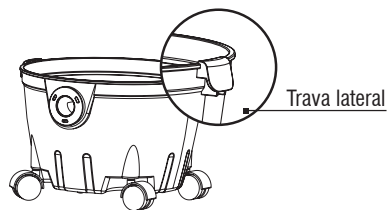

Fig. 8 – Abrindo o aspirador
2. Abra os fechos laterais. Fig. 8;